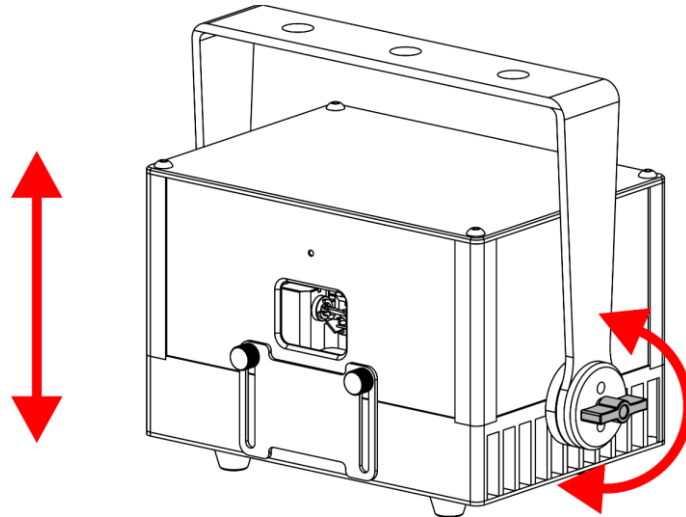

Fig. 12
- 01) Ruotare le **viti di regolazione (02)** in senso antiorario per sbloccarle.
- 02) Inclinare il dispositivo fino all'angolazione desiderata (cfr. Fig. 12).
- 03) Ruotare le **viti di regolazione (02)** in senso orario per bloccarle. Accertarsi che il dispositivo non possa muoversi liberamente dopo che le **viti di regolazione (02)** sono state serrate.